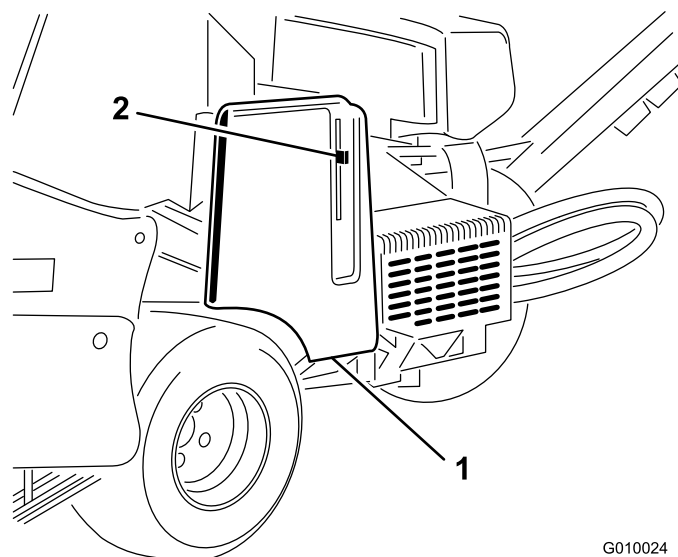
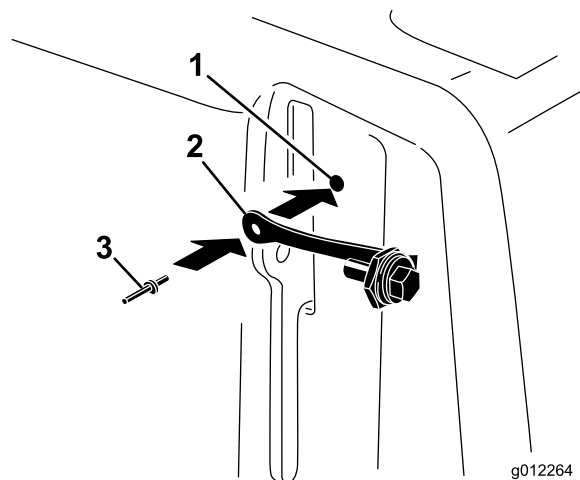

Figura 8
Figura 9
2. Fissate il cordino al foro presente sul copricinghia per mezzo di un ribattino con spina (Figura 9).
1. Individuate il foro sul copricinghia, vicino alla leva del dispositivo di fermo (Figura 8 e Figura 9).